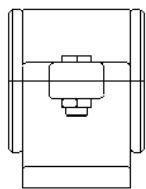

图 3.12.44 左视图
- (1) 单击选中主视图，然后右击，从弹出的快捷菜单中选择 投影 命令。
- (2) 在系统 选择绘图视图的中心点。 的提示下，在图形区的主视图的右部任意选取一点，系统自动创建左视图。
- (3) 双击左视图，在弹出的“绘图视图”对话框中设置视图的显示模式为 消隐，切边显示模式为 无，设置完成后的左视图如图 3.12.44 所示。